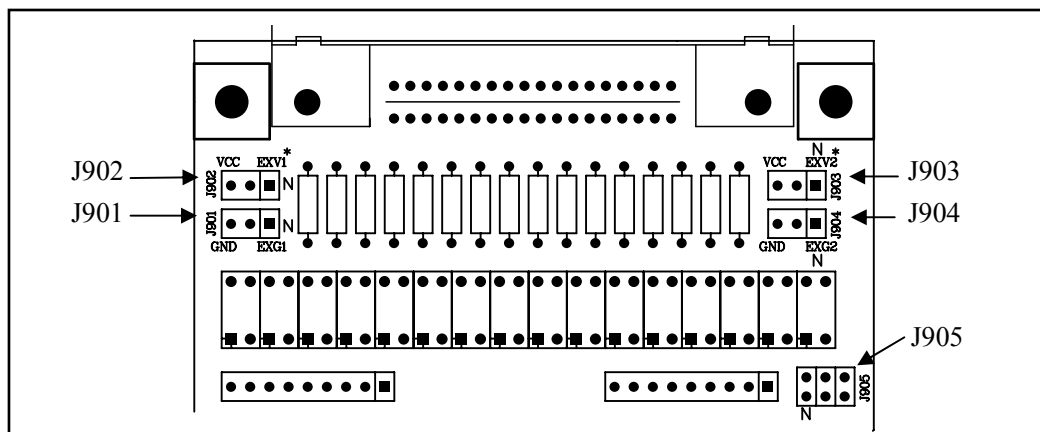

图 9-9 跳线在 HANDLER 板上的位置
HANLER 接口板上的跳线用来选择分选输出信号及控制信号是使用内部电源还是外部电源，并根据电源电压选择触发信号（TRIG）的限流电阻。表 9-5 是对每个跳线（J901-J905）的描述，它们在接口板上的位置如图 9-9 所示。
- ☞**提示：**在表 9-5 和图 9-9 中，“N”表示出厂时默认的跳线设置。
在图 9-9 中, J901 和 J902 用于选择分选输出信号的电源, J903 和 J904 用于选择控制信号的电源, J905 用于选择触发限流电阻。